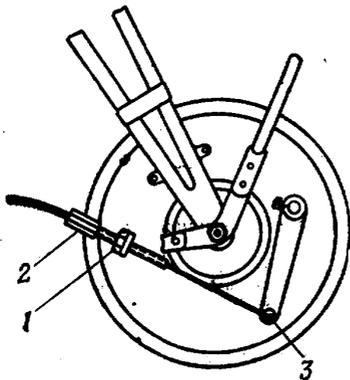

Рис. 31. Регулировка переднего тормоза:
2. Отвернуть контргайку 1 (рис. 31) регулировочного винта 2 на несколько оборотов.